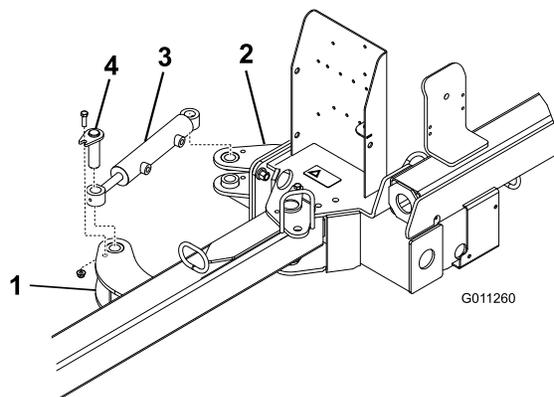

**Figura 5**
- Monte a patilha do acionador traseiro na estrutura da vassoura com 4 parafusos (1/2 x 2 pol.), 8 anilhas planas (0,531 x 0,063) e 4 porcas de bloqueio (1/2 pol.). Posicione os componentes como se indica em Figura 5.